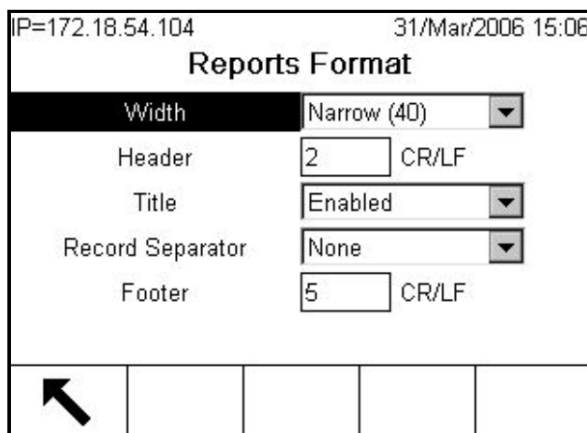

Figura C-48: Schermata di formattazione Report
1. Premere il softkey IMPOSTAZIONE  e aprire **Impostazione > Comunicazione > Report**. Viene visualizzata la schermata come in Figura C-48.